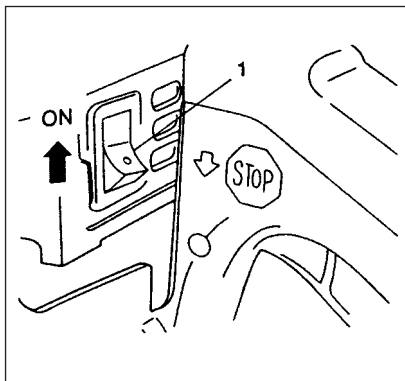

Fig. 2-2
#### Avviamento (Fig. 2-2, 2B, 3, 4, 4B)
1. Spostare l'interruttore di accensione (1) su ON. (Fig. 2-2)